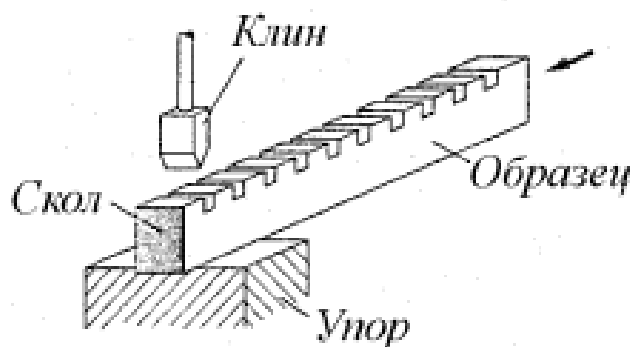

Рисунок 4.1. Схема устройства для многократного скалывания монокристаллического образца в вакууме
1. *Метод скола в сверхвысоком вакууме* (рис.4.1) применяется для получения атомарно чистой поверхности в случае материалов, которые легко расщепляются по определенным кристаллографическим плоскостям (оксиды, галогениды щелочных металлов, полупроводники, слоистые соединения). Например, монокристаллы германия и кремния раскалываются вдоль плоскости (111), полупроводники типа $A_{III}B_{V}$ (InSb, InAs, GaAs, GaSb) расщепляются вдоль плоскости (110).